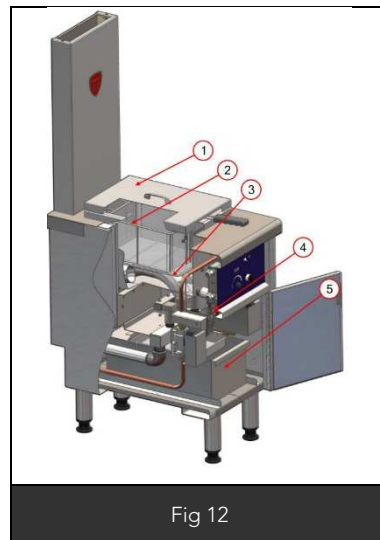

Fig 12
- Enlever le couvercle (Fig12 Rep1)
- Déposer le(s) panier(s) (Fig12 Rep2)
- La cuve (Fig12 Rep3) se nettoie à l'eau savonneuse.
- Eteindre le brûleur, vidanger (Fig12 Rep4,5).
Après chaque service il est conseillé de décanter la cuve de l'eau qu'elle contient en ouvrant légèrement le robinet de vidange (Fig12 Rep4) après avoir pris soin de positionner le bac de vidange en dessous (Fig12 Rep5 **bac non fourni**)